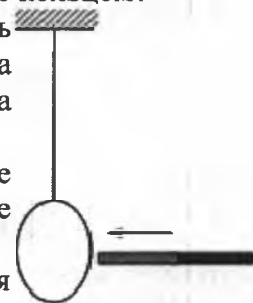

Рис. 1
2. В вертикальной плоскости подвешено на нити медное кольцо. Сквозь него в горизонтальном направлении вдвигается один раз стержень, а другой раз магнит (рис. 1). Повлияет ли движение стержня и магнита на положение кольца?